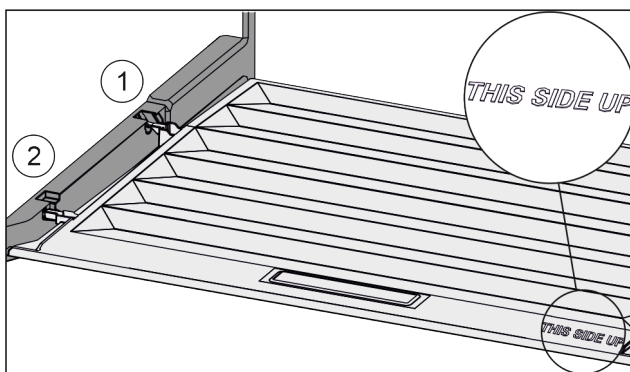

Fig. 162
- ▶ Výstupky veka zaved'te cez otvor zadného držiaka Fig. 162 (1) a zaistite vpredu v držiaku Fig. 162 (2).